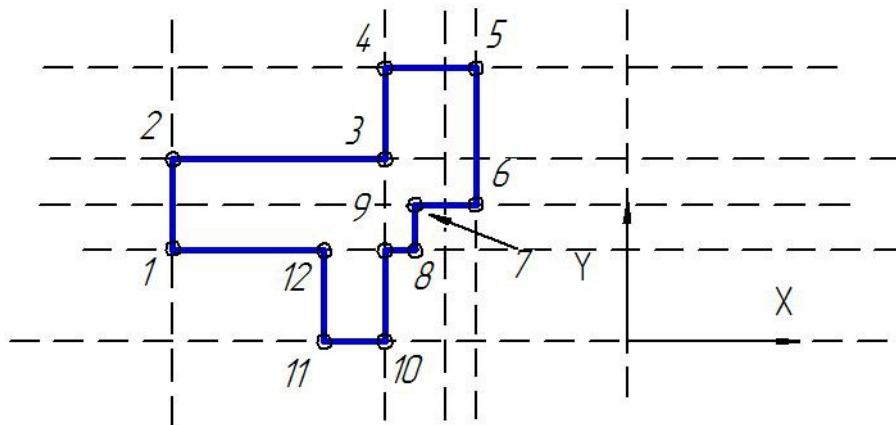

Рис.1.53. Левая сторона разреза. Предварительный контур
3. Постройте предварительный контур левой стороны разреза (рис. 1.53).